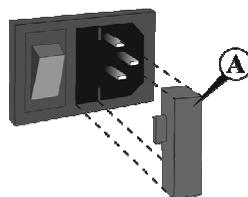

Fig.4 Portafusibile
- Disinserire la spina di alimentazione dal retro dell'unità. Estrarre il portafusibile facendo leva nell'incavo (Fig.4/A).